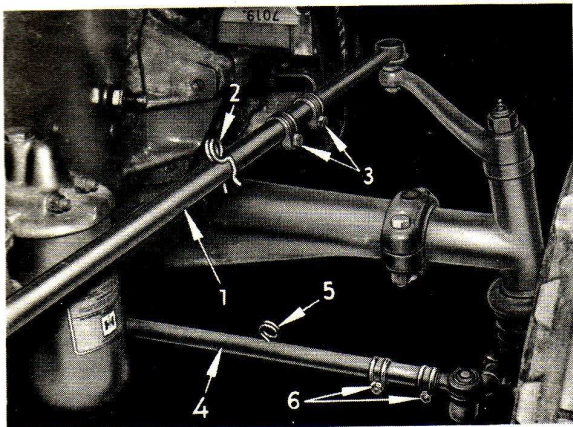

Fig. 19 /
Desserrez les boulons des colliers. Retirez les goupilles et les boulons de réglage. Desserrez les colliers (6) sur la barre d'accouplement et la barre de direction (3) et retirez les goupilles à ressort (2 et 5) fig. 19.